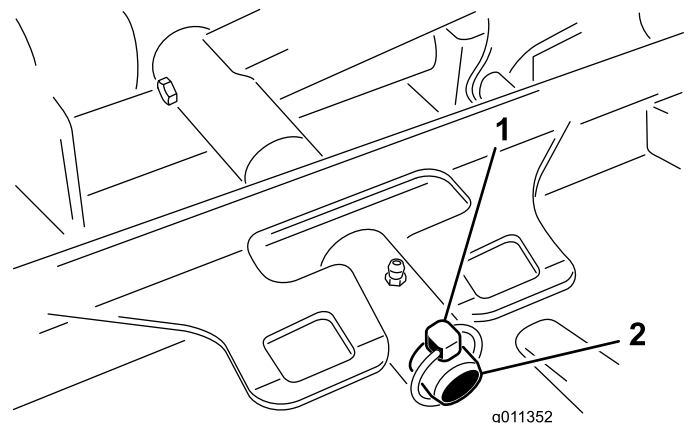

Figura 99
3. Retire el pasador de seguridad (para máquinas Groundsmaster 4500) o la tuerca de retención (para máquinas Groundsmaster 4700) que sujeta el bastidor de tiro de la carcasa a la barra de giro del brazo de elevación (Figura 99).
2. Deslice el bastidor de tiro de la carcassa sobre el pasador de giro del brazo de elevación (Figura 99). Sujete la carcassa al pasador con el pasador de seguridad (para máquinas Groundsmaster 4500) o la tuerca de retención (para máquinas Groundsmaster 4700).